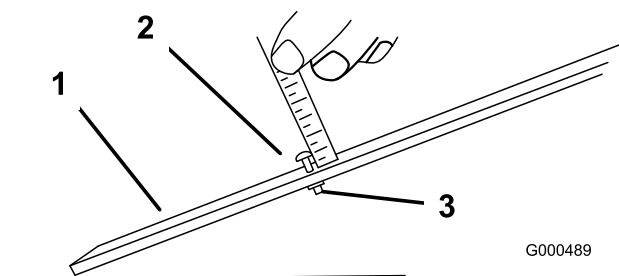

Рисунок 55
3. Ослабьте гайку измерительной планки (Рисунок 55) и установите регулировочный винт на необходимую высоту скашивания. Расстояние между нижней частью головки винта и лицевой поверхностью планки равно высоте скашивания.